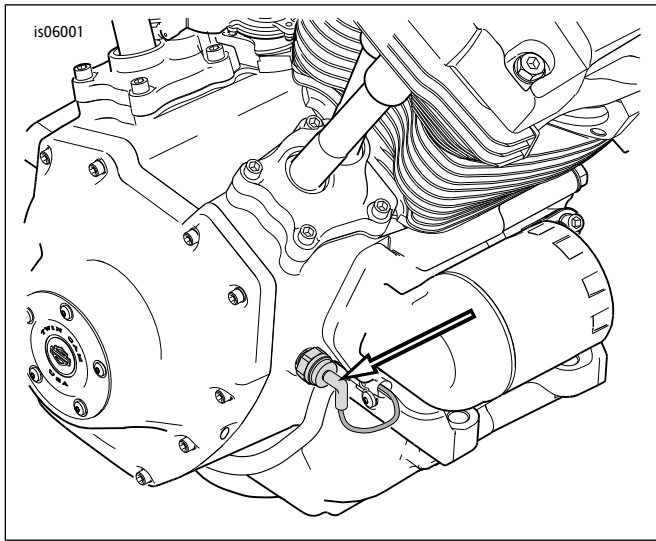

图1. 油压开关位置(典型)
- 参见图1。从油压开关上拆下连接器。拆下并丢弃开关。清除螺纹孔中的旧螺纹锁固剂。